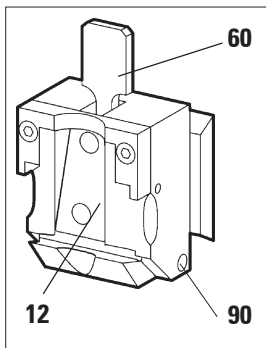

Abb. 34
- Die beweglichen Teile der Probenhalteraufnahme (10) und der Schwalbenschwanzaufnahme (14).
- Das T-Stück (19) auf der Mikrotomgrundplatte.
- Klemmhebel (2) und (20) am Mikrotom.
- Führungen (91) der Messershalterbasis auf der Mikrotomgrundplatte.
- Die Klemmhebel (39) und (24) rechts und links an der Messershalterbasis.
- Die Führung (92) der Lateralverschiebung auf der Messershalterbasis (21).
- Das T-Stück (26) auf der Messershalterbasis (21).
- Die Gleitflächen vom Fingerschutz (3) und Rändelmuttern (73) am Messershalter N.
- Den Klemmhebel (89) am Messershalter E.
- Achse (90) des Klemmhebels der Kassettenklammer (siehe Abb. 34).